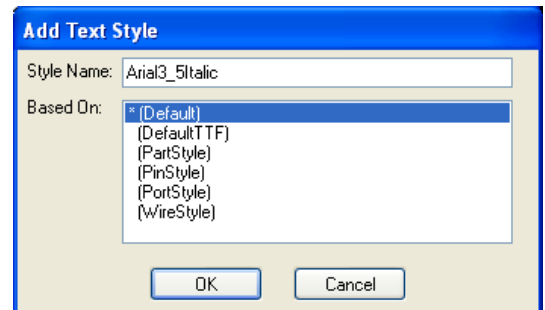

Рис. 4.5 - Диалоговое окно *Add Text Style* (Добавить стиль текста)
- Для добавления нового стиля текста нажмите **ЛК** мыши клавишу **Add** (Добавить), что приведет к появлению диалогового окна (рис. 4.5) *Add Text Style* (Добавить стиль текста).